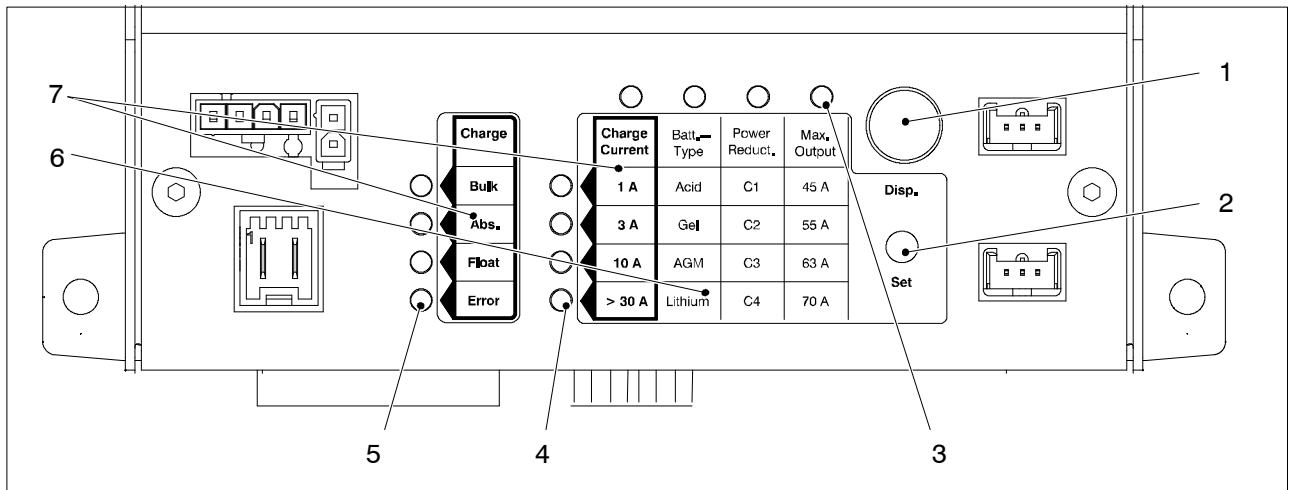

Bild 11 Bedien- und Anzeigefeld für Einstellungen und Anzeige
- Anzeige des momentanen Lade- und Gerätestatus (Bild 11, Pos. 4), Ladezyklus und Ladestrom
- Nach Abfrage Anzeige der aktuellen Einstellungen (Bild 11, Pos. 3) Batterietyp "Batt.-Type", Kennlinie zur Leistungsbegrenzung "Power Reduct." und maximal möglicher Ausgangsstrom "Max. Output"
Die Anzeige der aktuell eingestellten Werte erfolgt über die 4 x 4 Matrix auf der Oberseite des Geräts (Bild 11, Pos. 3). Dabei wird in der oberen LED-Zeile angegeben, um welchen Wert es geht. Die linke LED-Spalte neben der Matrix zeigt an, welcher Wert aktuell eingestellt ist.
- Taster "Anzeige" (Disp.), Bild 11, Pos. 1, kurz drücken.
- Taster "Anzeige" (Disp.), Bild 11, Pos. 1, erneut kurz drücken.
- ▶ Taster "Anzeige" (Disp.), Bild 11, Pos. 1, kurz drücken.
- ▶ Innerhalb von 6 s den Taster "Einstellen" (Set), Bild 11, Pos. 2, länger als 3 s drücken.
- ▶ Den Taster "Einstellen" (Set), Bild 11, Pos. 2, so oft drücken, bis die LED des gewünschten Batterietyps blinkt:
- Den Taster "Einstellen" (Set), Bild 11, Pos. 2 länger als 3 s drücken.
- Taster "Anzeige" (Disp.), Bild 11, Pos. 1, so oft drücken, bis die LED oberhalb der Spalte "Power Reduct." leuchtet.
- Innerhalb von 6 s den Taster "Einstellen" (Set), Bild 11, Pos. 2, länger als 3 s drücken.
- Den Taster "Einstellen" (Set), Bild 11, Pos. 2, so oft drücken, bis die LED der gewünschten Kurve C1 ... C4 blinkt:
- ▶ Den Taster "Einstellen" (Set), Bild 11, Pos. 2 länger als 3 s drücken.